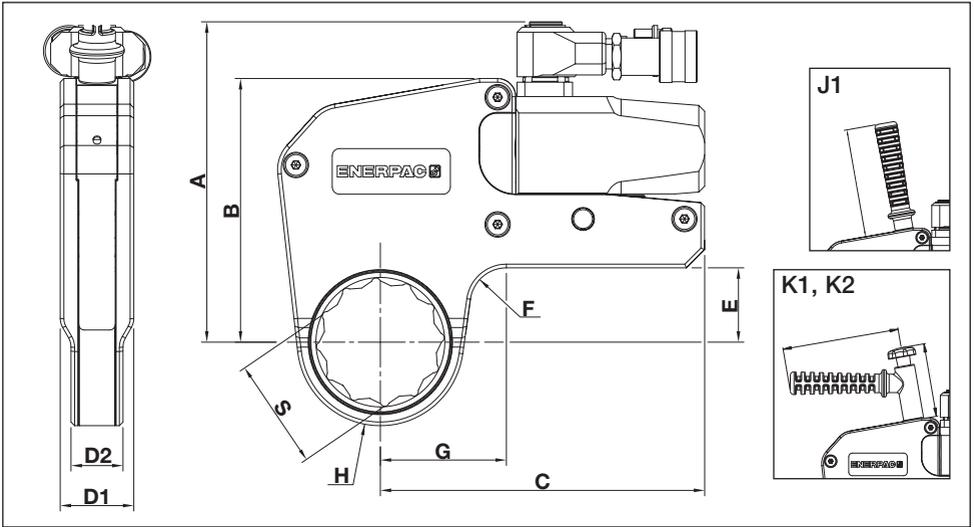

Fig. 22
6.1 Capacidades, dimensiones y datos adicionales del producto (Fig. 22)
6.2.1 Tabla sistema métrico - Cassettes de la serie W2000SL y W4000SL UltraSlim (véase Fig. 22 para ubicaciones de las dimensiones S, H y G)
(véase Fig. 22 para ubicaciones de las dimensiones S, H y G)